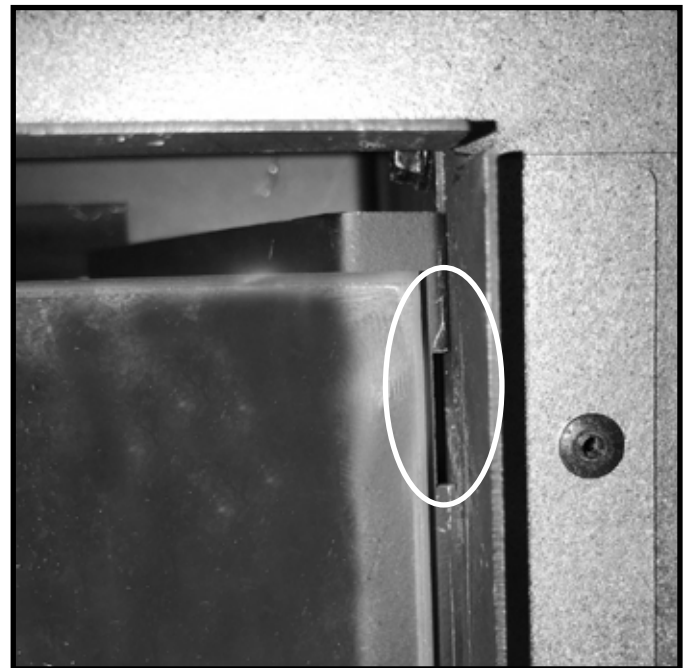
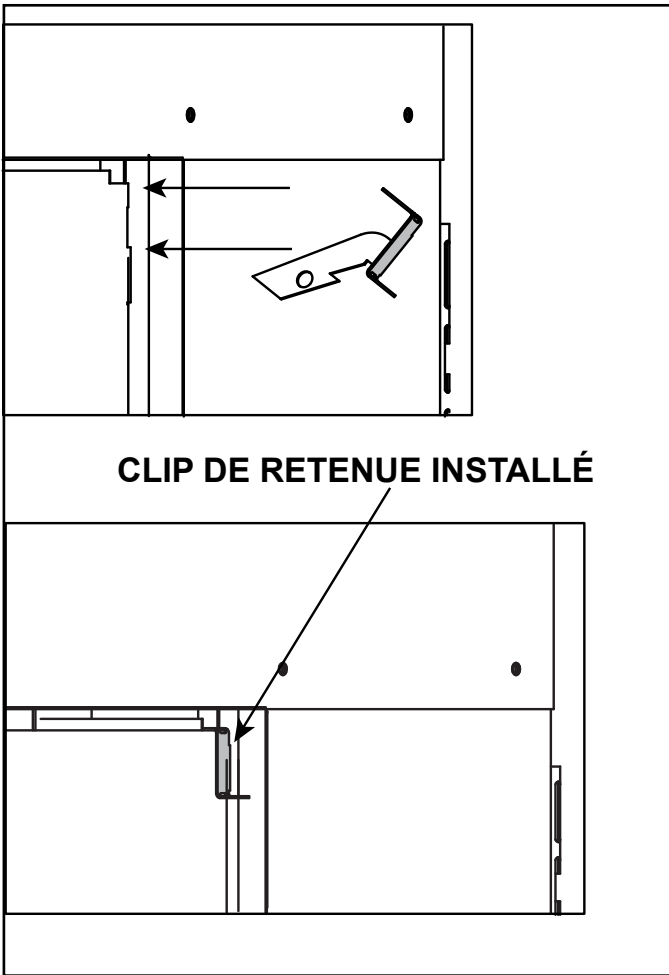

Figure 4.15 Fente pour le clip de retenue de la vitre de la barrière (côté droit illustré)
Figure 4.16 Installation du clip de retenue de la vitre de protection (côté droit)
2. Retirez les attaches de maintien de la vitre de protection sur les côtés gauche et droit en tirant doucement vers le haut et en tournant vers l'extérieur. Voir la figure 4.16.
4. Installez les attaches de maintien de la vitre SafeSurface en plaçant le bas de l'attache dans la fente illustrée à la figure 4.15. Faites pivoter la partie supérieure du barreau vers le haut pour la mettre en position, comme indiqué dans la figure 4.16. Répétez l'opération des deux côtés de l'appareil.